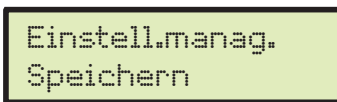

Abb. 76
- Wählen Sie die Angabe Speichern (Abb. 76) und drücken Sie **OK**.